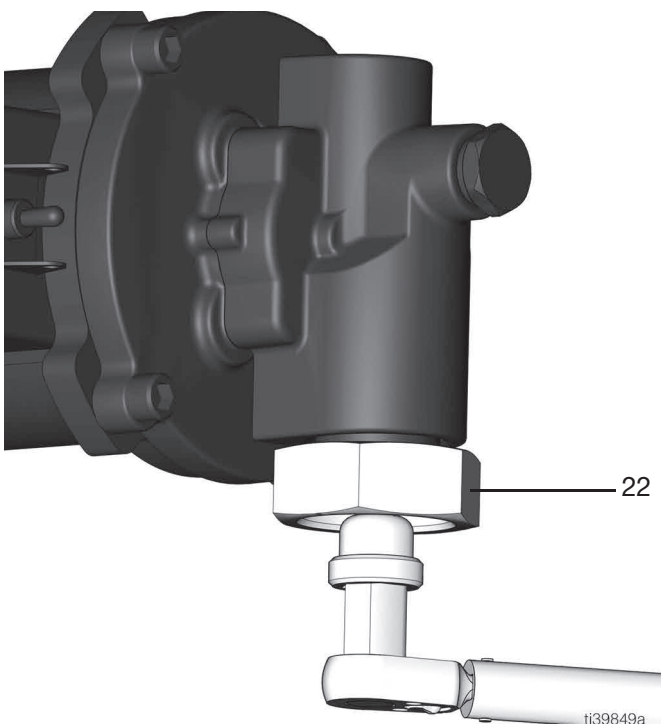

FIG. 2
5. Retire el filtro de aspiración (22) con una llave hexagonal de 19 mm (3/4 pulg.) (FIG. 2).
1. Apriete el filtro de aspiración (22) en la entrada de la bomba con una llave hexagonal de 19 mm (3/4 pulg.) (Par de apriete de 30 ft-lbs, 40,7 N•m) (FIG. 2).